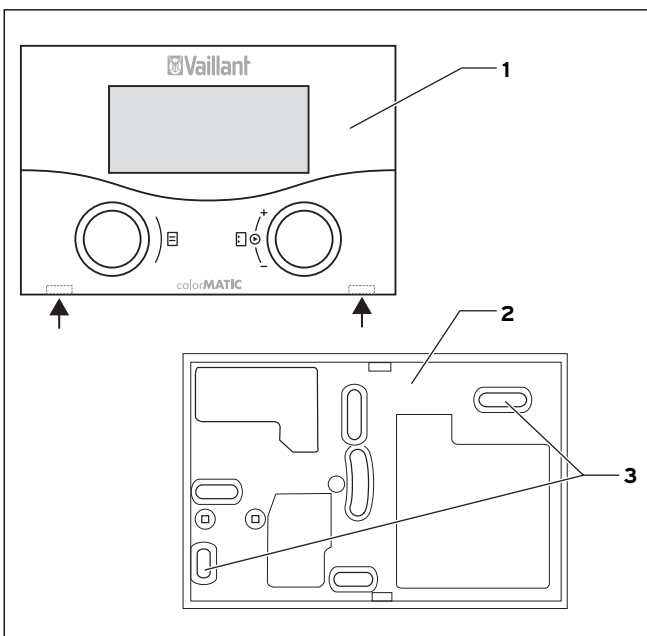

Fig. 4.6 Montaggio di calorMATIC 430f
- ⇒ Staccare la centralina di termoregolazione (1) dal supporto murale (2) inserendo un cacciavite in corrispondenza delle due linguette d'arresto (vedere freccia in fig. 4.6).
- ⇒ Praticare due fori con un diametro di 6 mm in corrispondenza dei fori di fissaggio (3).